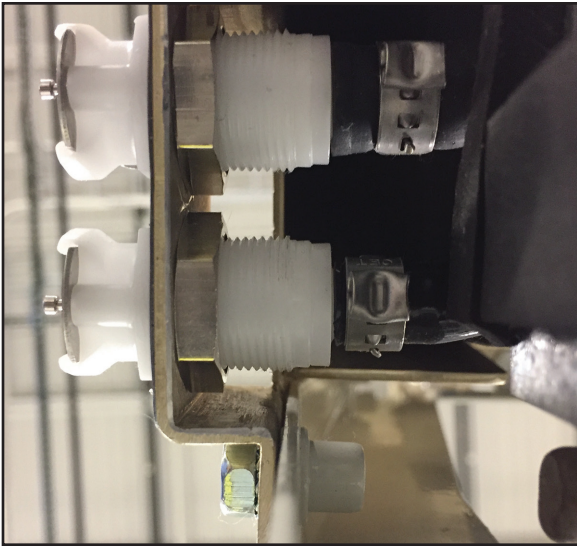

图 8-38 排水阀后部（步骤 5）
5. 用一字头螺丝刀的尖端打开将管固定至阀门背面的夹具（参见图 8-38）。